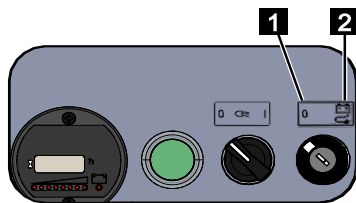

Fig. 157
- Interrupteur à clé sur [0] (Fig.157/1) (si les batteries doivent être chargées pendant une période prolongée, l'interrupteur à clé doit être sur [0]. Le processus de recharge s'arrête automatiquement lorsque les batteries sont chargées complètement.)
- Interrupteur à clé sur [Mode batterie/secteur] (Fig.157/2) (les batteries sont chargées en permanence pendant le mode batterie)
- Interrupteur à clé sur [Mode batterie/secteur] (Fig.157//2) (Le fonctionnement sur secteur est impossible pendant le chargement par le raccordement électrique de l'unité d'entraînement.)